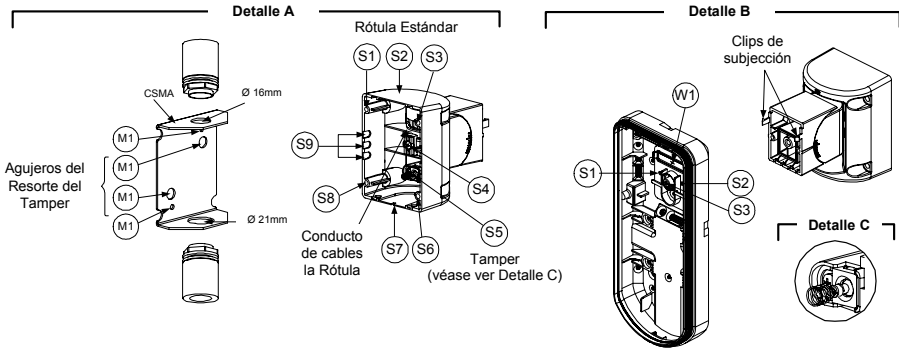

Figura 6
3. Abrir los agujeros pre-marcados en la base externa (Figura 6, Detalle B)
4. En el soporte con rótula giratoria rompa el agujero pre-marcado que necesite para pasar el cableado por la rótula: S2, S7 o S9 (Figura 6, Detalle A).
5. Extraer el tamper posterior de la base interna (ver el apartado "Cambiar la Posición del Tamper Posterior ") y conectarlo a S5 (Figura 6, Detalle A) en el Soporte con Rótula Giratoria Estándar.
- a. Pasar el cable externo a través de los agujeros pre-marcados S2, S7 o S9 (incluyendo los cables del tamper) a través del Conducto de los Cables del Soporte con Rótula Giratoria (Figura 6, Detalle B).
Montaje del adaptador a tubo en el Soporte con Rótula Giratoria (usando el Adaptador metálico de tubo del Soporte con Rótula Giratoria - CSMA, Figura 6, Detalle A).
- d. Introducir los cables externos y los cables del tamper que llegan del tubo eléctrico haciéndolos pasar a través del paso de cables del soporte con rótula giratoria (Figura 6, Detalle A).
El resorte del tamper S5 (Figura 6, Detalle A) debe hacer contacto con la pared a través de los agujeros de los resortes del tamper M2 o M3 en el CSMA. Asegurarse de ello al oír el "Clic" del interruptor del tamper al fijar el dispositivo a la pared.
7. Pasar los cables del tamper y los cables de conexión que llegan del Soporte con Rótula Giratoria a través del agujero pre-marcado W1 en la base externa (Figura 6, Detalle B).